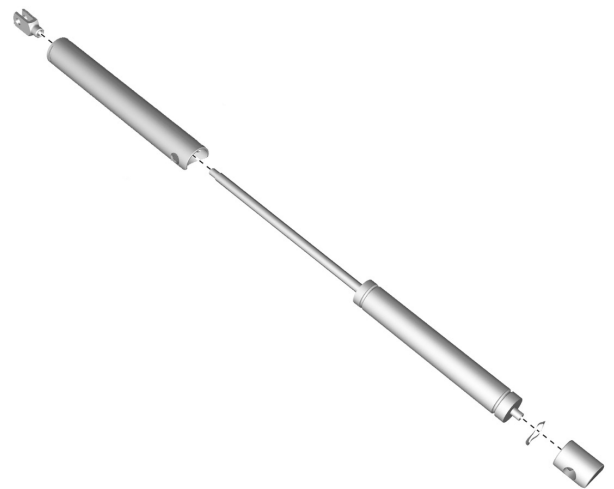

Abbildung 116. Die vordere und hintere Halterung ist an der Gasfeder festgeschraubt.
5. Vordere und hintere Halterung der Gasfeder abschrauben. Siehe Abbildung. 116.
1. Vordere und hintere Halterung der Gasfeder montieren. Siehe Abbildung. 116.